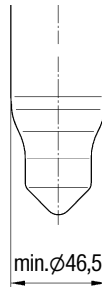

Bild 4
- Kupplungsbolzen-Durchmesser darf im mittleren Teil **$\varnothing 46,5$ mm nicht unterschreiten** (**Bild 4**) anderenfalls ist der Kupplungsbolzen auszutauschen